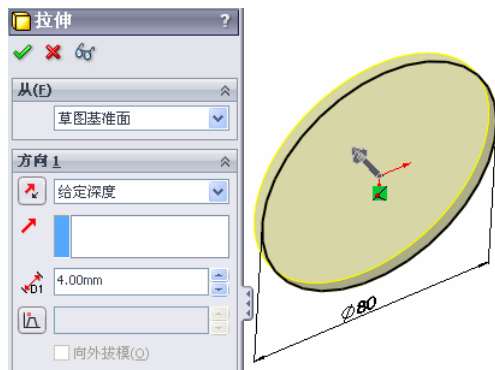

图 4-107 大端拉伸特征
① 新建文件。启动 Solidworks2010，选择菜单栏中的“文件”→“新建”命令，或者单击“标准”工具栏中的“新建”按钮，在打开的“新建 Solidworks 文件”对话框中，选择“零件”按钮，单击“确定”按钮。
② 新建草图。在 FeatureManager 设计树中选择“上视基准面”，单击“草图”工具栏中的“草图绘制”按钮，新建一张草图。
③ 绘制圆。单击“草图”工具栏中的“圆”按钮，绘制一个以原点为圆心，直径为 80mm 的圆。
④ 拉伸实体。单击“特征”工具栏上的“拉伸基体/凸台”按钮，设定拉伸的终止条件为“给定深度”，在微调框中设置拉伸深度为 4mm，保持其他选项的系统默认值不变，如图 4-107 所示。单击“确定”按钮，生成连杆大端拉伸特征。